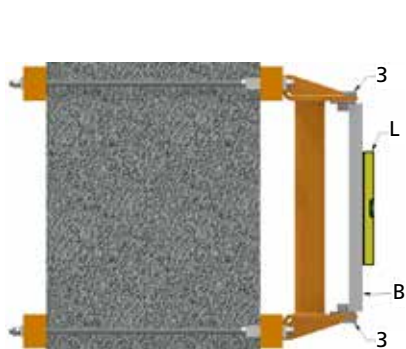

fig.38a
- c. vérifier la verticalité de l'axe de rotation, en utilisant pour cela un niveau L et un axe B pour être placé directement sur les broches tournantes 3 (fig. 38a - 38b).